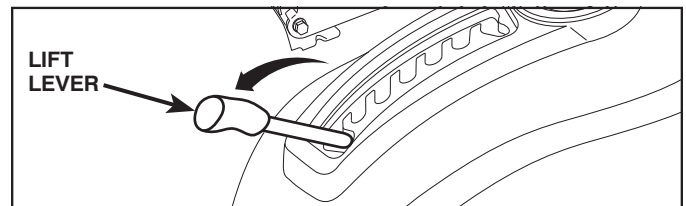

Fig. 24
2. ASSEMBLE FRONT GAUGE WHEEL (W) TO FRONT OF MOWER (See Fig. 24 & 25)